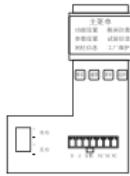
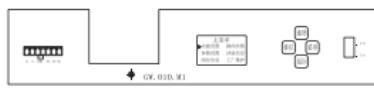

图5
图6
- 按键说明 (250/400 壳架见图 5, 630/800 壳架见图 6)